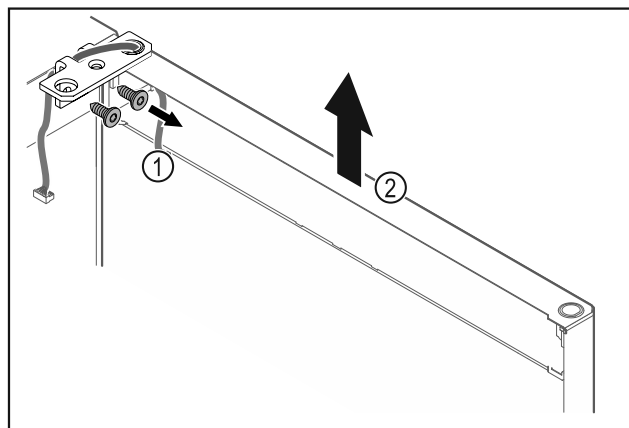

Fig. 20
- ▶ Odvrtite kutne šarke Fig. 20 (1).
- ▶ Dignite vrata s kutnim šarkama Fig. 20 (2) cca 200 mm ravno prema gore i skinite ih.